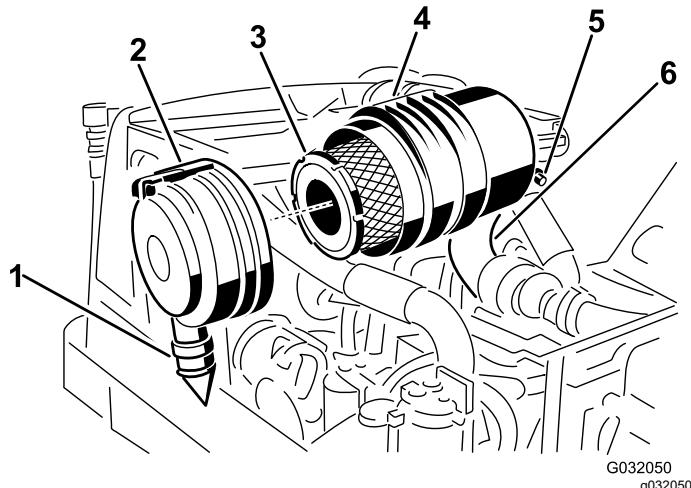

Рисунок 47
- Снимите фильтр грубой очистки (Рисунок 47).
3. Замените фильтр грубой очистки (Рисунок 47).
7. Установите крышку так, чтобы резиновый выпускной клапан находился в нижнем положении — примерно между «5 и 7 часами» при взгляде с торца, и зафиксируйте защелку (Рисунок 47).